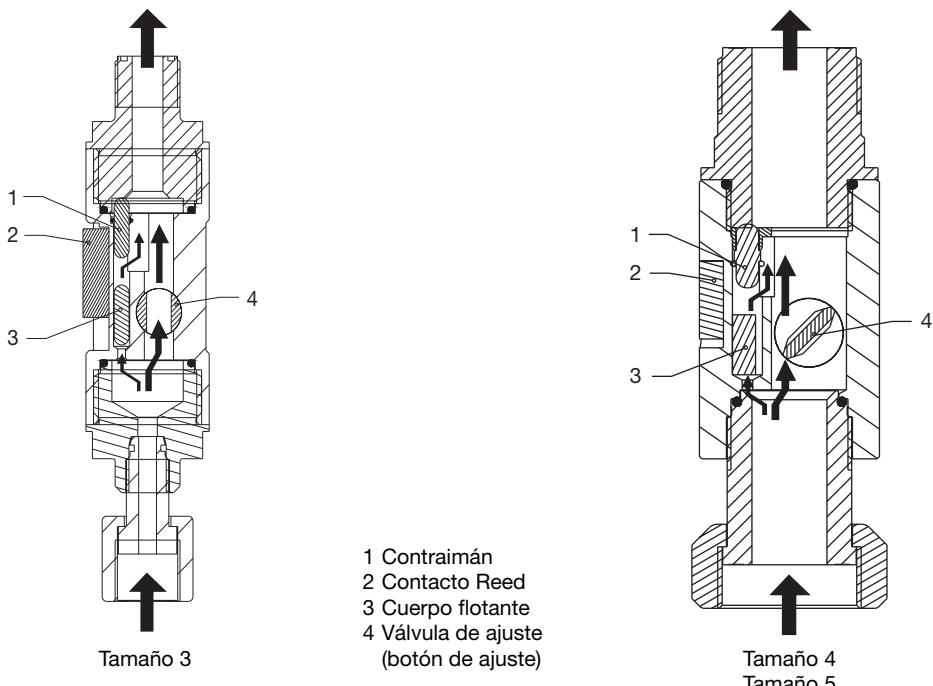

Fig. 1
El control de dosificación "Flow Control" se compone, en principio, de un tubo con cuerpo flotante (3) y un bypass de sección regulable (ver fig. 1). Mediante la sección transversal regulable (palanca de ajuste) Flow Control se puede adaptar al volumen de carrera de la bomba – se adapta su sensibilidad de reacción.
- El contacto tipo Reed debe estar fijado en la posición superior en el tamaño 3 (fig. 1)!